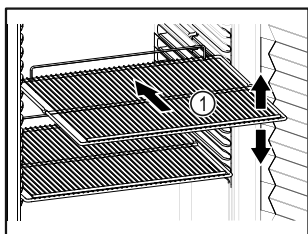

Fig. 50 Primjer izgleda
- ❑ Ako su rešetke za polaganje Fig. 50 (1) pomične, prilagodite ih po visini.